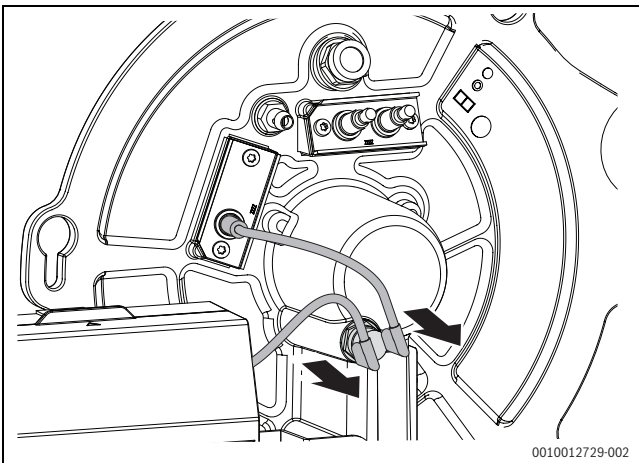

Bild 87 Stecker am Temperaturwächter abziehen
- ▶ Stecker am Temperaturwächter abziehen (→ Bild 87)